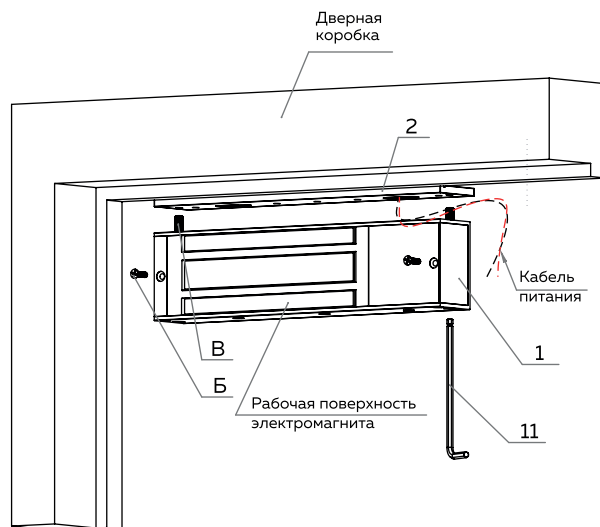

Рисунок 5
- 2** Через овальный паз пропустить кабель питания для замка и соединить согласно схеме подключения. Для фиксации электромагнита **1** на монтажном уголке **2** необходимо выкрутить винты **Б** и затем при помощи ключа **11** затянуть винты **Б** (см. рис. 5). После установки закрутить винты **Б** обратно.